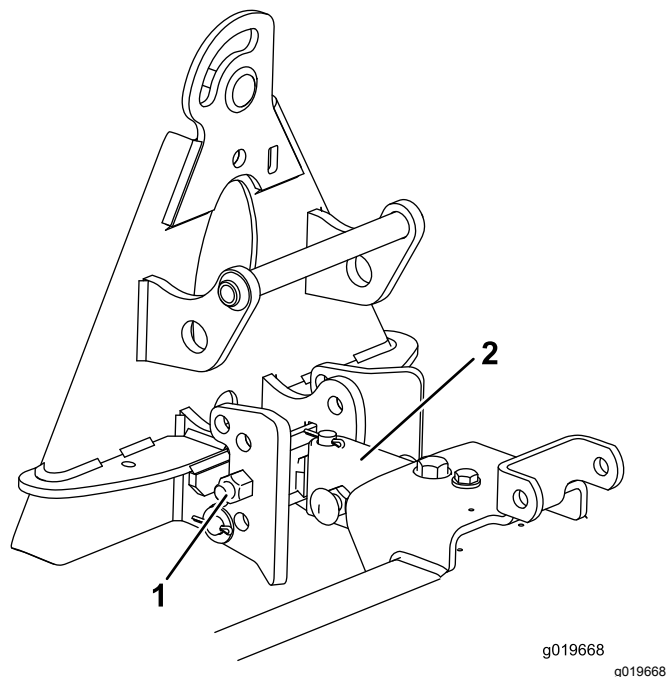

图 12
1. ヒッチアセンブリを、ストップブラケットの低い穴に取り付ける  図 12。
2. トングチューブの長い方を上にして、ハンガーアセンブリの下に取り付ける  図 12。